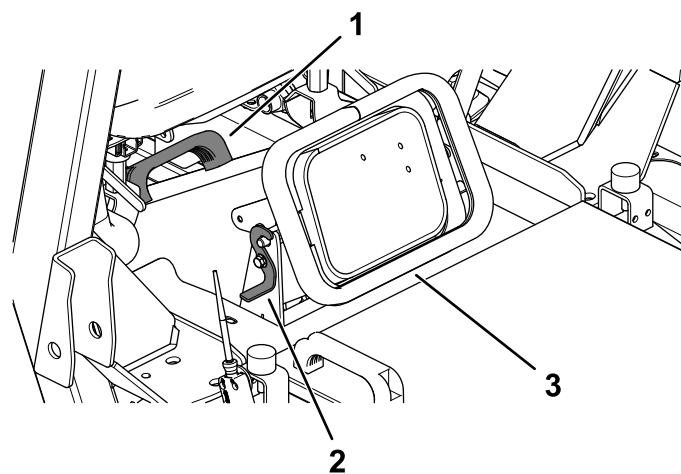

Figura 27
7. Cu ajutorul mânerului de pe jgheab, scoatei jgheabul, curățați-l, i curățați deschiderea punii mainii de tuns iarba (Figura 27).
8. Montați jgheabul și fixați-l cu elementele de fixare (Figura 27).
6. Deblocați jgheabul pentru evacuarea ierbii (Figura 27).